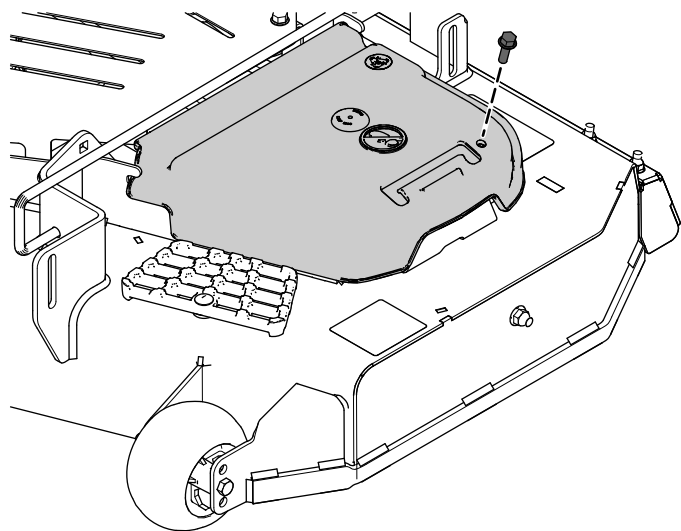

Figura 1
1. Rimuovete i copricinghia (Figura 1).